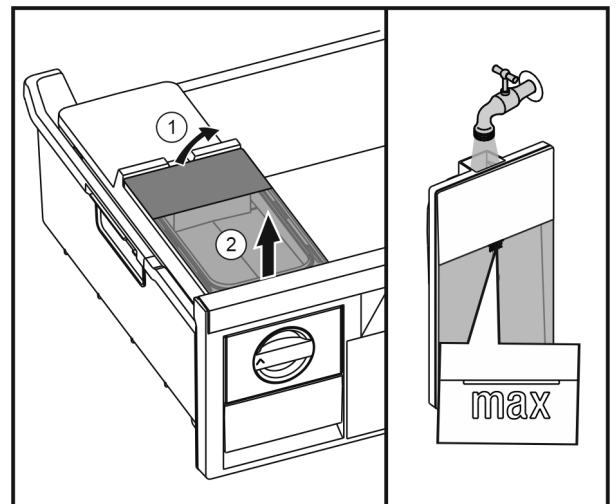

Fig. 34
- ▶ Waterreservoir van achter optillen Fig. 34 (1) en omhoog verwijderen Fig. 34 (2).